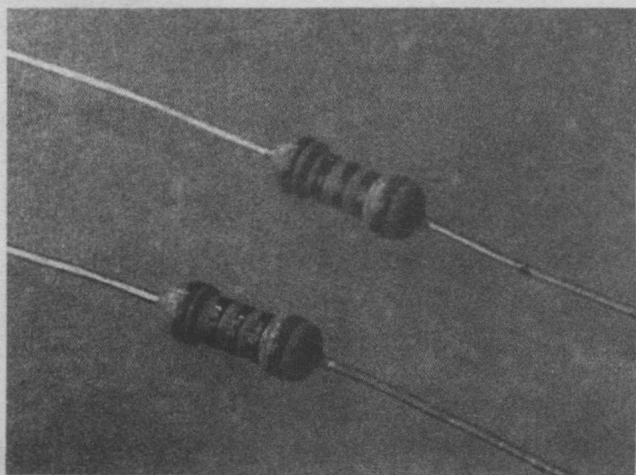

图 1-9 合成碳膜电阻
(4) 合成碳膜电阻。合成碳膜电阻就是将碳黑、填料还有一些有机黏合剂调配成悬浮液,喷涂在绝缘骨架上,再进行加热聚合而成的电阻。合成碳膜电阻是一种高压、高阻的电阻器,通常它的外层被玻璃壳封死,外形结构如图1-9所示。合成碳膜电阻的生产工艺、设备简单,因此它的价格低廉,不过它的抗湿性差、电压稳定性差、频率特性不好、噪声大,以致于这种电阻不适合用做通用电阻器。